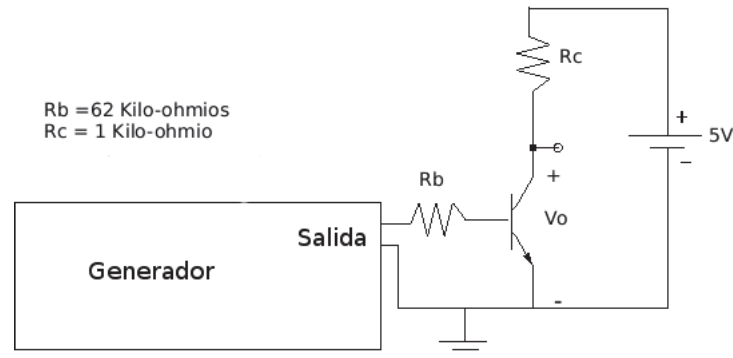

Figura 1.1: Polarización de un transistor.
Se denomina emisor común (Figura 1.1) debido a que es punto común entre la entrada (la base) y la salida (el colector). Realizando un modelo del transistor para pequeña señal y tomando en cuenta solo frecuencias medias (entre 100 Hz a 100 KHz), se puede hallar una relación simple de ganancia de voltaje³ entre la entrada de señal y la salida. El valor de esta ganancia está determinado por:
- Arme en el protoboard el circuito que se muestra en la Figura 1.1. Tenga en cuenta que para el 2N2222⁴ el pin del extremo izquierdo (vista con el lado plano del transistor hacia el frente) es el emisor, la pata del medio es la base y la pata del extremo derecho es el colector. Asegurese que el generador esté encendido y que ningún botón de funciones este oprimido. Hale la perilla DC offset y mida el voltaje de salida del generador. Inicialmente ajuste la perilla de tal forma que el voltaje DC sea de 0 voltios, incremente lentamente el voltaje mientras mide el voltaje a través de la resistencia del colector. Si todo funciona correctamente el voltaje en R_c cambiará casi linealmente a medida que se aumenta el voltaje del generador hasta que el voltaje a través de R_c se haga igual al voltaje de la fuente de alimentación. Después de este punto, el voltaje a través de R_c se mantendrá casi constante. Haga una tabla del voltaje del generador, el voltaje a través de R_c y el voltaje a través de R_b . A partir de esta tabla haga una gráfica de I_c vs I_b . Identifique la región en la cual I_c es proporcional a I_b (región activa) y a partir de allí calcule el valor beta del transistor. Determine la corriente máxima del colector que se alcanza y compare con el valor teórico calculado en clase. A dicha corriente se le conoce como la corriente de saturación y a la región operación donde I_c es igual a la corriente de saturación se le conoce como la región de saturación. La región de corte corresponde a los primeros puntos de la gráfica donde I_c es cero hasta que se alcanza cierto valor de voltaje en el generador.